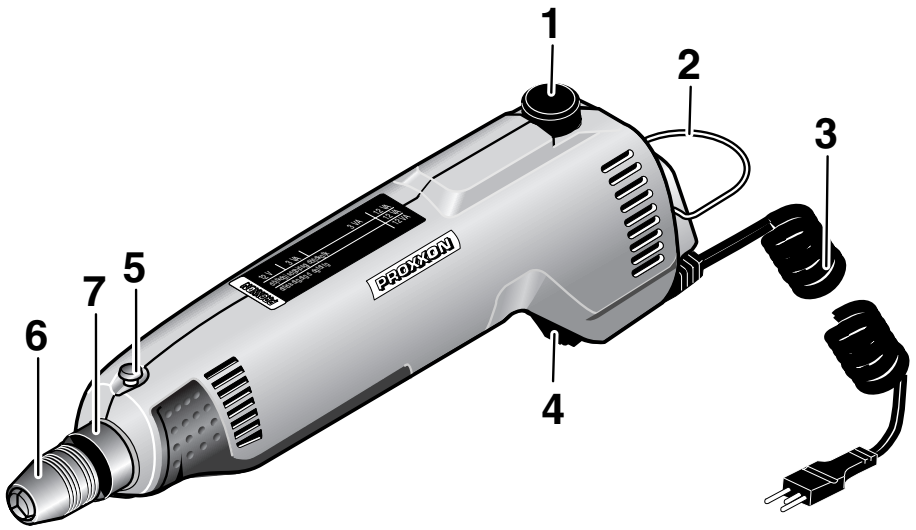

Fig. 1
1. Gerät am Schalter 4 (Fig. 1) einschalten und die der Arbeit entsprechende Drehzahl am Knopf 1 (Fig. 1) einstellen.